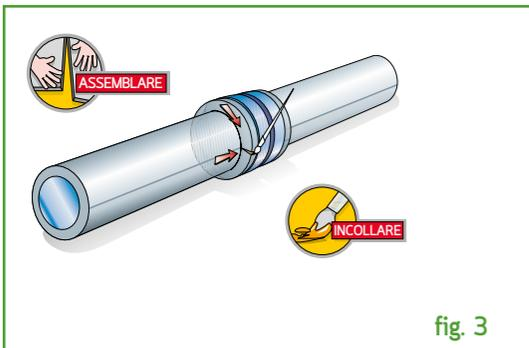

fig. 3
- 3) Assemblare le due parti, ottenendo così la diramazione a "T". Tagliare il manufatto in senso longitudinale al fine di consentire il montaggio. **(fig 3)**
- 3) Praticando un taglio curvilineo sull'estremità di una guaina si crea una sagoma, in modo che possa aderire sulla guaina punzonata (**fig 3**)
Dopo aver applicato la colla MATIBLOCK nei punti necessari dell'isolante e della flangia, procedere all'incollaggio sulla flangia. (fig 3)
- Materiale isolante autoadesivo: fissare il punto iniziale e incollare gradualmente mentre si rimuove il film di protezione dell'adesivo. Occorre esercitare una pressione uniforme su tutta la superficie. Seguire inoltre le indicazioni date per i canali circolari dei capitoli precedenti (fig. 3).